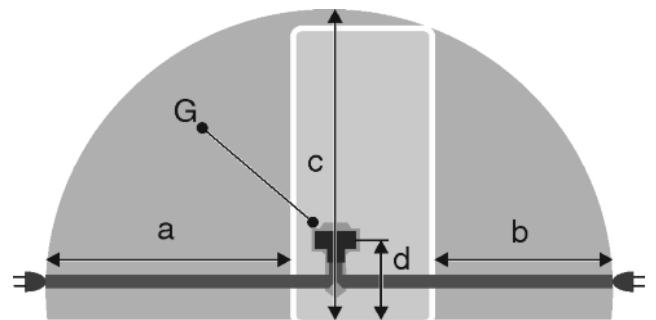

Fig. 25
- Розетка находится вне зоны задней стенки в данной зоне. *Fig. 25 (a, b, c)*
- ▶ Штекер устройства *Fig. 25 (G)* подсоединить с задней стороны устройства. Следить за правильной фиксацией.